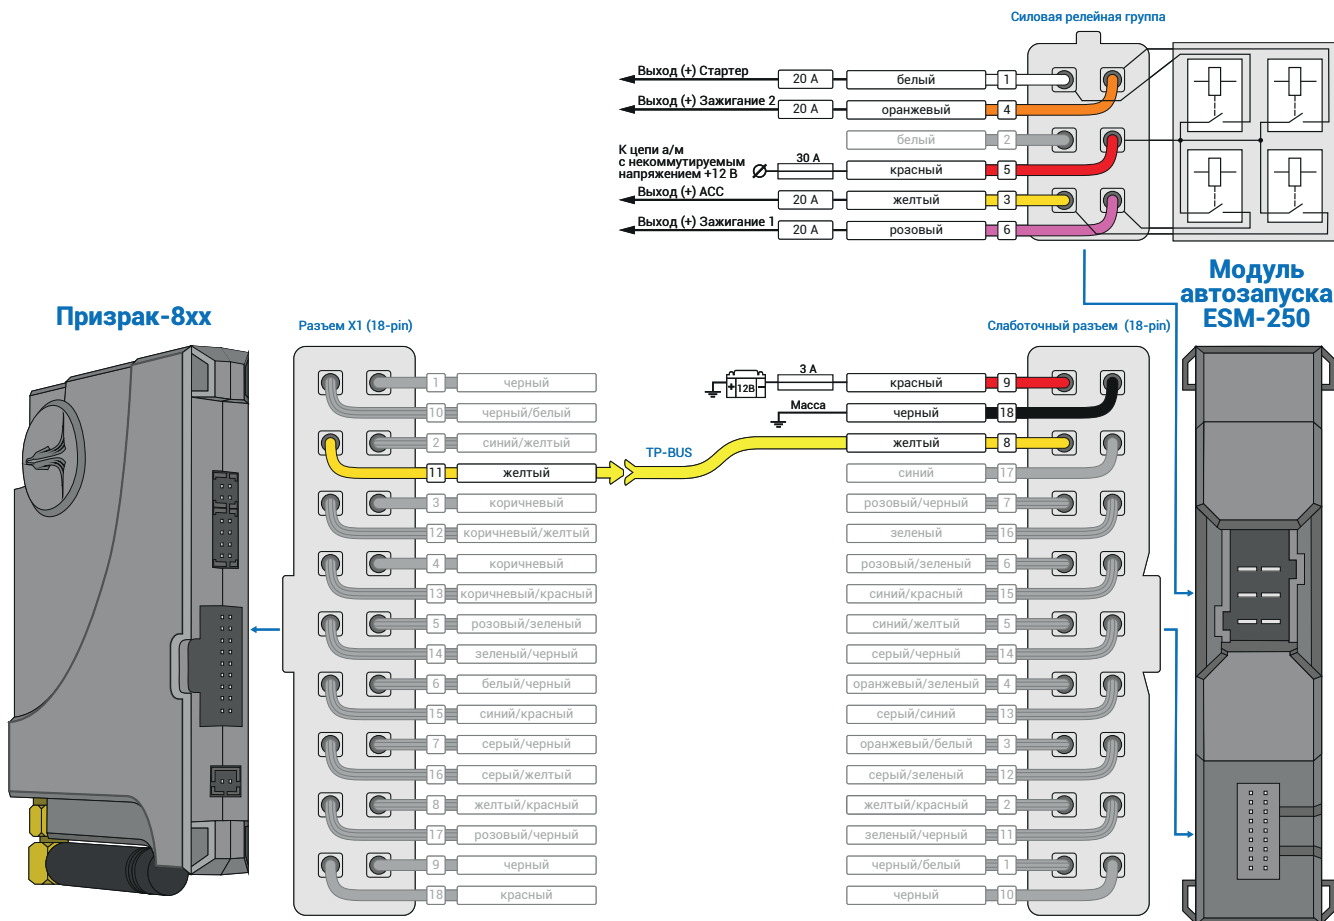
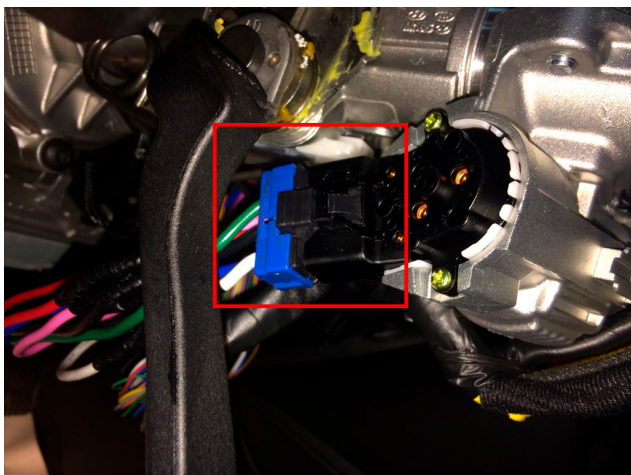

Рис.4 Подключение модуля автозапуска ESM-250
Рис.5 Место подключения у замка зажигания
3. Подключите модуль автозапуска ESM-250 – выводы модуля, которые требуется подключить выделены на рис. 4. Подключение производится непосредственно у замка зажигания (см. рис. 5, 6).